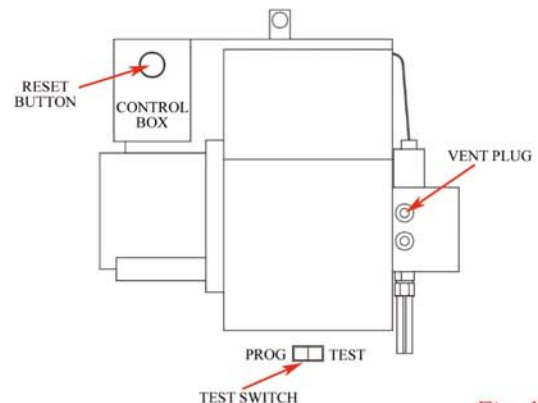

Fig. 11
10. PRIMING THE BURNER (Fig. 11)